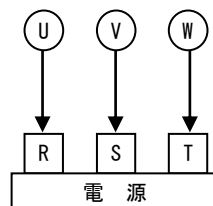

図2 配線接続図
- (1) 電動機の電源設備や配線工事、接地工事(アース)などは、電気設備技術基準および内線規程に従い正しく施工してください。配線図は図2をご参照ください。